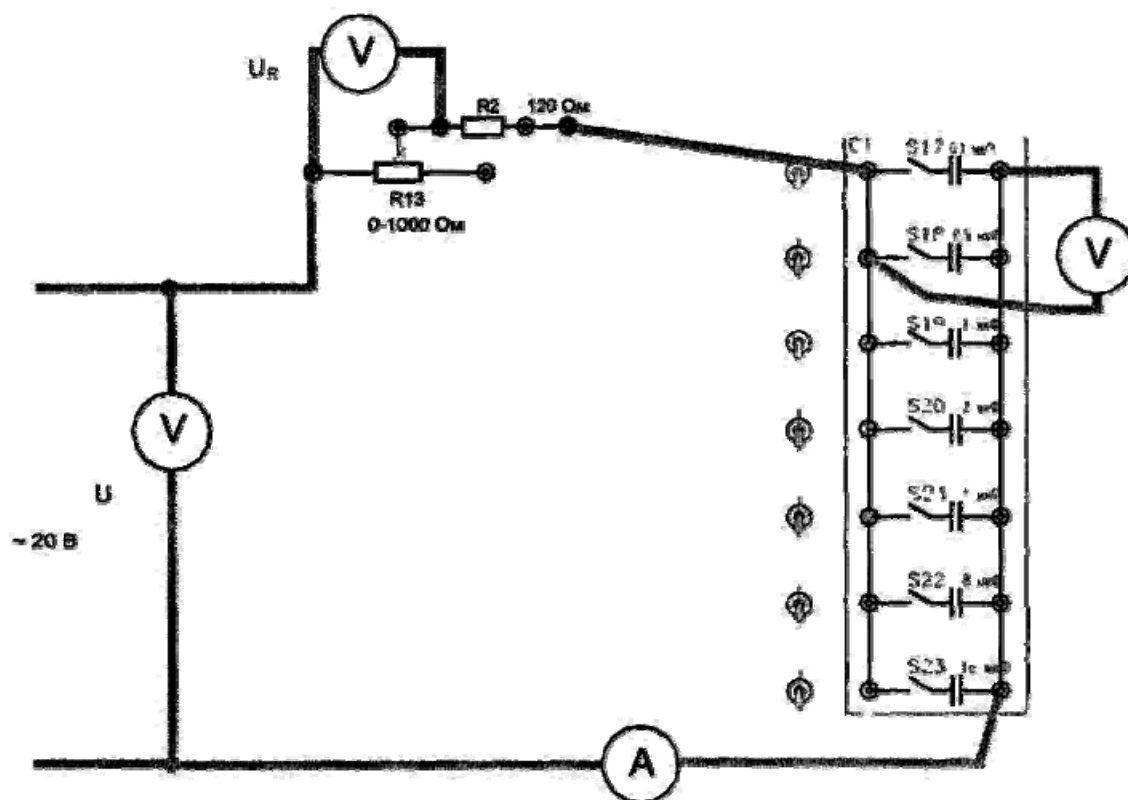

Рис. 14.
14.3.2. Собрать и изучить схему электрической цепи (рис. 14.).